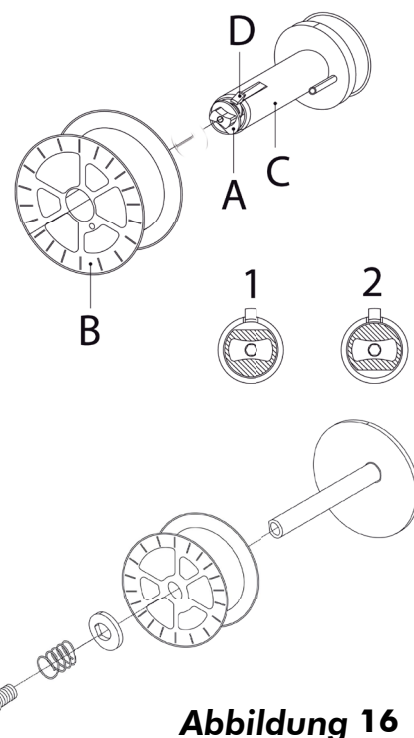

Abbildung 16
- Seitliche Abdeckung des Spulenfachs öffnen. Die Mutter (A) der Haspel bis in Position 1 (Bremstrommel) abdrehen. Beim Auswechseln die leere Zündspule herausnehmen, dazu den Sperrstift herunterdrücken (D). (Abb. 16)
- Hülle um die Spule entfernen und auf die Haspel setzen. Schließlich die Mutter (A) wieder anbringen und um 180° drehen (Position 2).